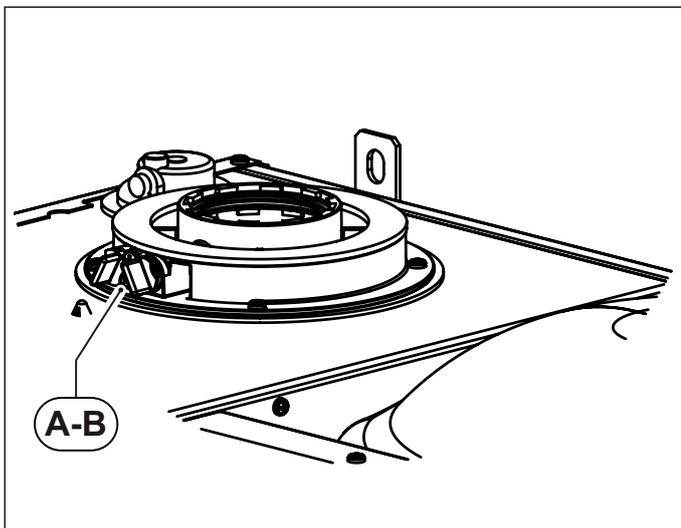
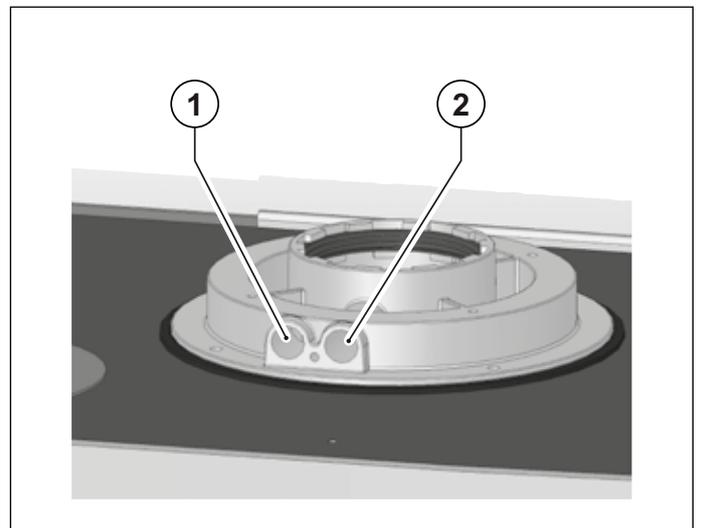

Abb. 19 Abgasstutzen
Abb. 20 Messöffnungen Abgasstutzen
Die Abgasmessung wird, an den dafür vorgesehenen Messöffnungen am Abgasstutzen durchgeführt (siehe Abb. 19 Abgasstutzen und Abb. 20 Messöffnungen Abgasstutzen).
Die Öffnung **A** ist zur Verbrennungsluftmessung bestimmt, die Öffnung **B** für die Abgasmessung (siehe Abb. 19 Abgasstutzen).
Vor Beginn der Messungen die Verschlussstöpfe **A** und **B** von den Messöffnungen entfernen und die Messsonde des Abgasanalysegeräts positionieren (siehe Abb. 19 Abgasstutzen).
- Messung der Verbrennungsluft **1** (siehe Abb. 20 Messöffnungen Abgasstutzen).
- Messung der Abgastemperatur und des CO_2 **2** (siehe Abb. 20 Messöffnungen Abgasstutzen).